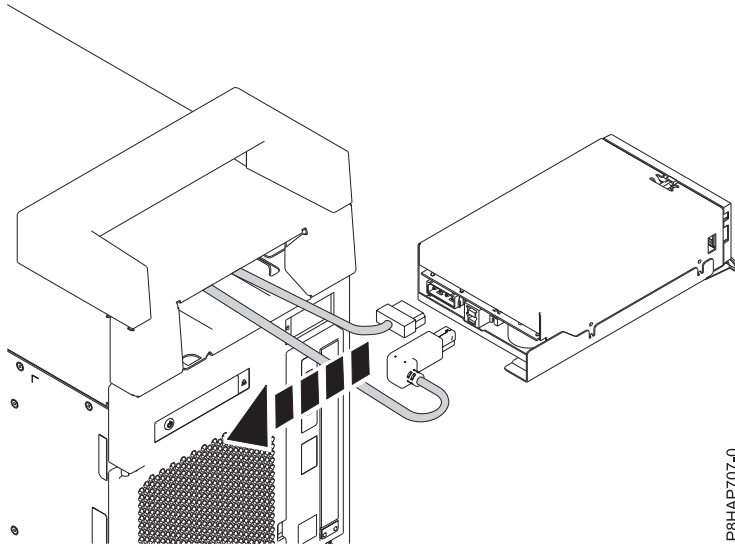

Figura 62. Desconexión de los cables USB y de la fuente de alimentación de la estación de acoplamiento RDX interna (FC EUA3)
4. Desconecte el cable de alimentación de la parte posterior de la estación de acoplamiento RDX interna (FC EUA3). Consulte la Figura 62.